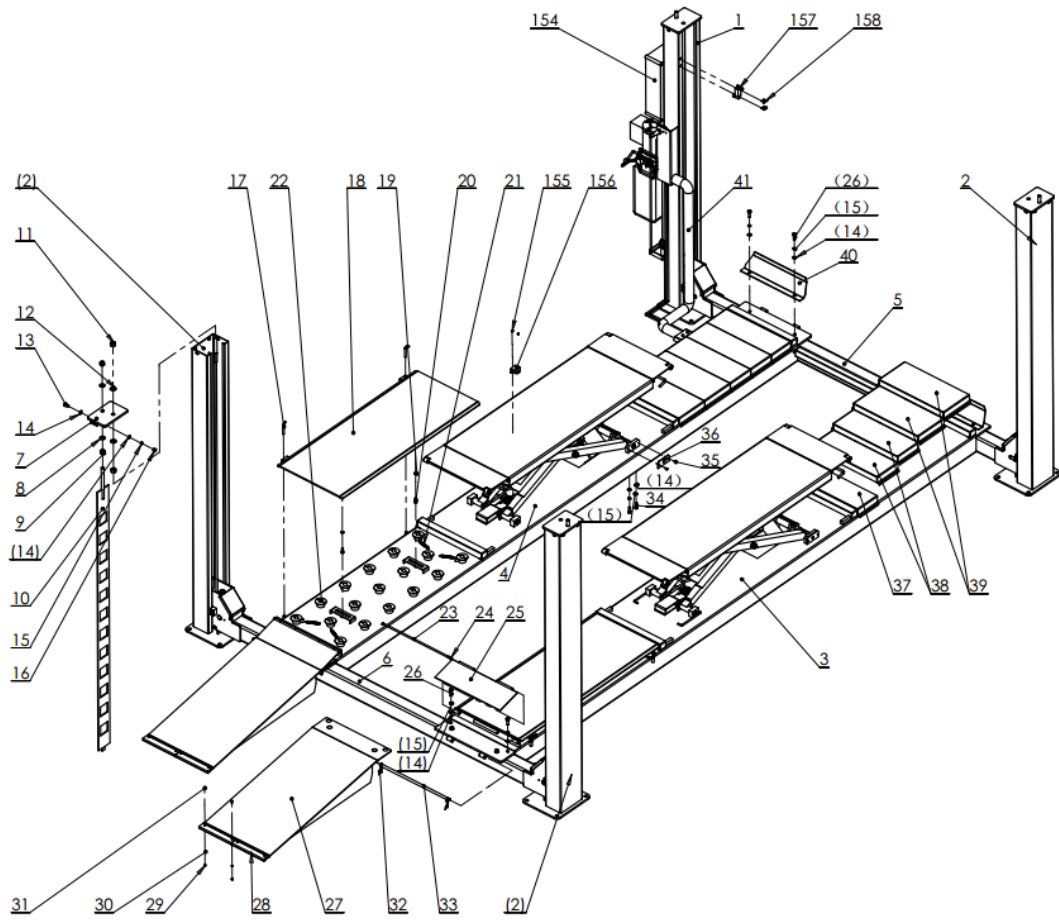

Abbildung 2
(1) Der Standort der Hebebühne muss so gewählt werden, dass genügend Platz für die Installation gegeben ist. Für die Bedienung müssen 80 cm Abstand zur Wand sein.
(2) Stellen Sie sicher, dass der Boden keine Mängel hat und dass die Grundlage der Betonfestigkeit von 3000psi (2,1kg/mm²) gegeben ist.
(3) Entfernen Sie die äußeren Verpackungsmaterialien, und prüfen Sie anhand der Packliste, ob die Ware beschädigt wurde oder während des Transports etwas abhanden gekommen ist.
Step 2: Verbinden Sie die Plattformen mit den Säulen (Abbildung 2)
Step 3: Installieren Sie die vier Säulenteile (Abbildung 2)